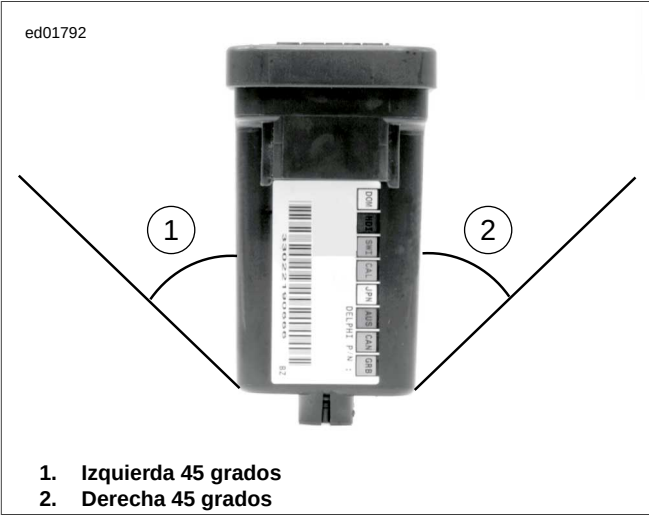

Figura E-15. Inclinación del TSM/HFSM
- a. Vea Figura E-15. Coloque el TSM/TSSM en la misma orientación en el que está montado en el vehículo. Gire el interruptor a IGNITION (encendido). Encienda las luces intermitentes de cuatro vías presionando